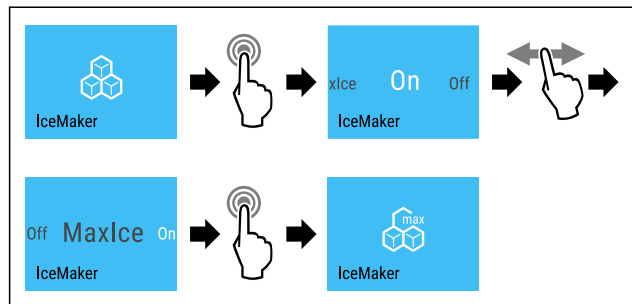

Fig. 18
- Suivre les étapes (voir Fig. 18).